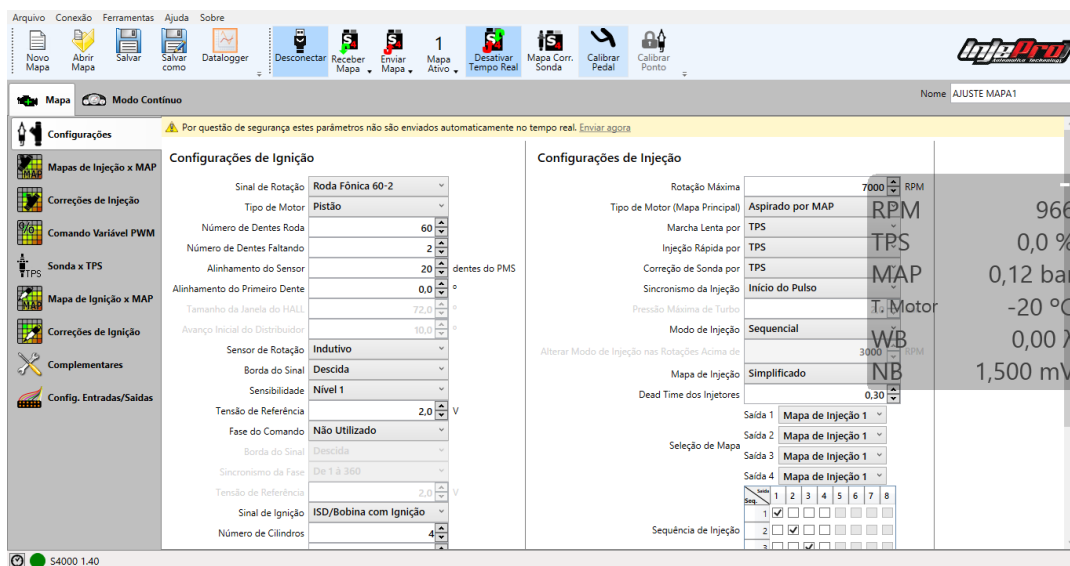

Figura 46 - Tela de Configurações com a janela de sonda
Para isto ao ativar o tempo real uma janela é aberta mostrando o valor atual das sondas, tanto banda estreita quanto banda larga. A Figura 46 mostra esta janela na parte direita. Esta janela está sempre visível independente da aba que esteja aberta. Ela também é móvel, pode-se arrastar ela com o mouse e posicioná-la na posição desejada.
Por isto, na parte de cima da tela de configurações de injeção e ignição, como pode ser visto na Figura 46, existe uma mensagem avisando sobre este fato. No fim desta mensagem existe um botão “Enviar agora” que permite requisitar o envio das modificações logo após foi verificado que todas as informações estão corretas. Ao mudar de aba, se existem modificações que não foram enviadas, o software pergunta se deseja que as modificações sejam enviadas ou descartadas (53).